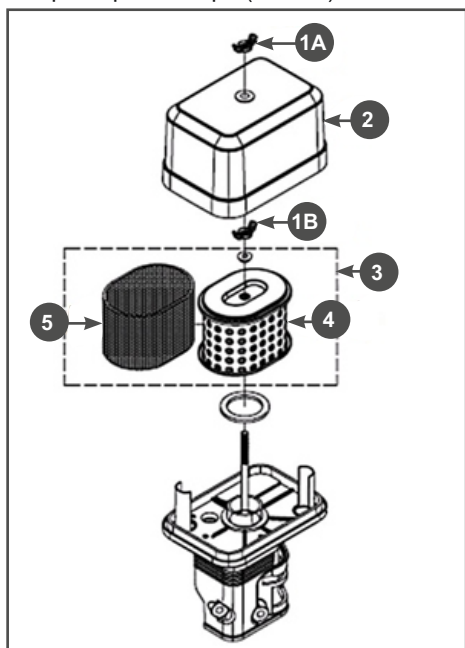

Рис. 25 Обслуживание воздушного фильтра
1. Открутите барашковую гайку 1А и снимите крышку 2 воздушного фильтра (Рис. 25).
2. Открутите барашковую гайку 1В и извлеките из корпуса воздушный фильтр 3 в сборе (Рис.25).
3. Проверьте целостность и чистоту фильтрующих элементов. Поролоновый (предварительный) фильтрующий элемент 5 установлен на корпусе бумажного фильтрующего элемента 4 (Рис.25).
4. При незначительном загрязнении промойте поролоновый фильтрующий элемент 5 (Рис. 25) теплым мыльным раствором и просушите. Поврежденный или сильно загрязненный поролоновый фильтрующий элемент замените.